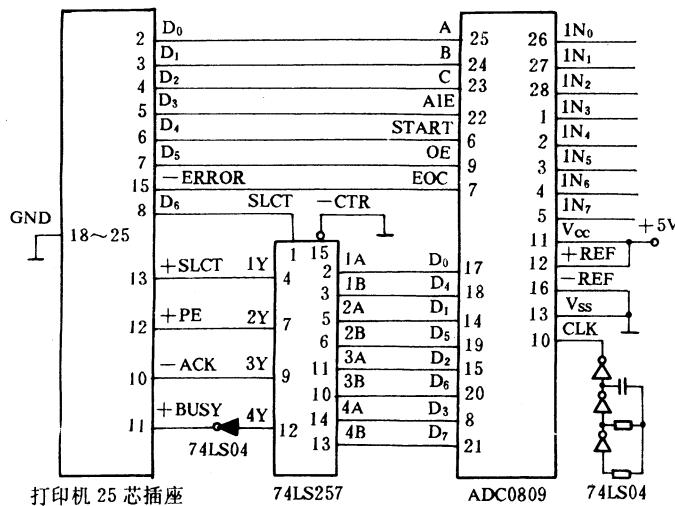
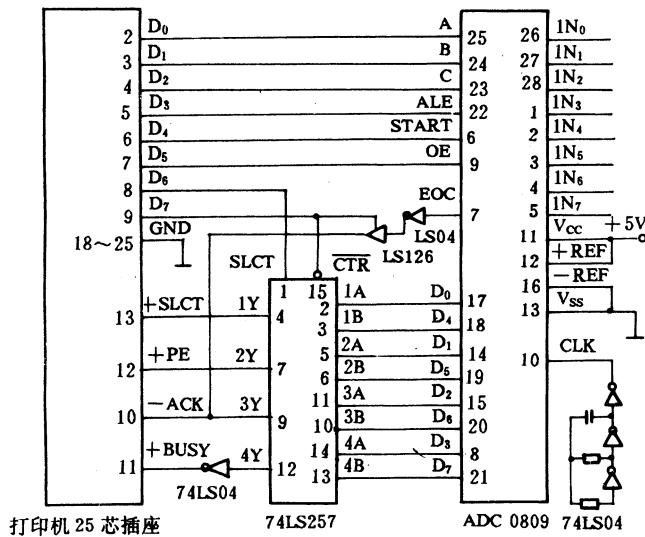

图1
图2
本文给出了利用打印机接口作 A/D 转换的例子。图1是延时或查询方式,图2是中断方式。按图1制作的电路已在 PC 机 LPT2 口通过,见程序。这两个电路可
1. 打开 鼠标双击程序组肖像(例图1中 Games)或打开的程序组窗口中任一程序项肖像(例图1中 Main 窗口中的 Control Panel)。当工作桌面上有被最小化的应用程序肖像时, 双击此肖像也可打开该应用程序窗口。
5. 显示窗口内容 Windows 提供了垂直和水平滚动条显示当前窗口无法完整显示的信息(滚动条见图2)。